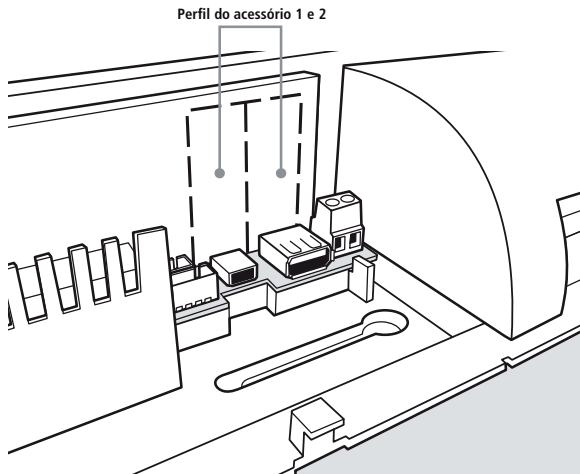

Figura 10 - Perfil do acessório
1. Remova o perfil (veja a *figura 10*) para permitir o encaixe da placa no Slot acessório escolhido;